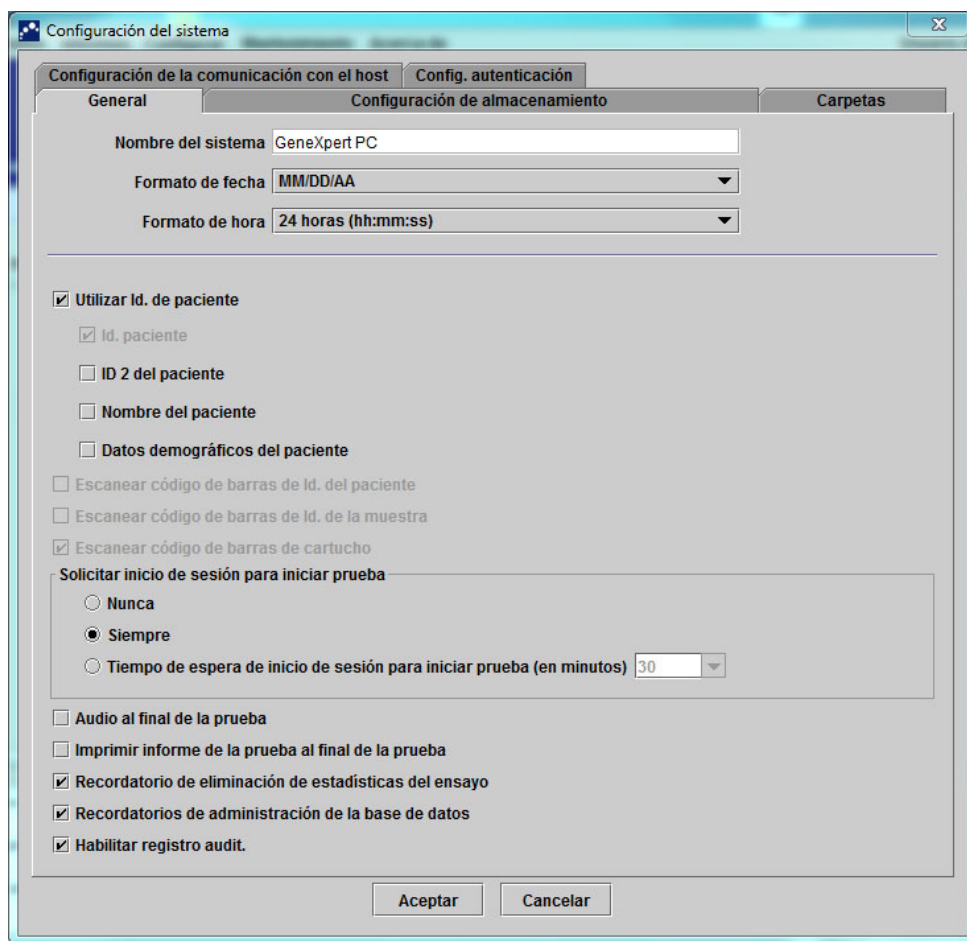

Figura 2-77. Cuadro de diálogo Configuración del sistema (ficha General)
1. En la ventana GeneXpert Dx System (consulte la figura 2-55), haga clic en **Configurar** en la barra de menús y, a continuación, seleccione **Configuración del sistema**. Aparece el cuadro de diálogo Configuración del sistema y la ficha **General**. Consulte la figura 2-77.